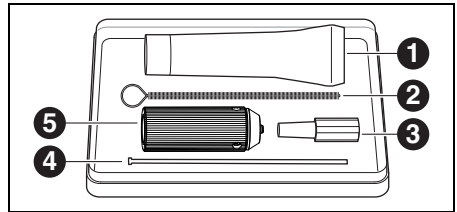

Fig. 19 Kit d'entretien pour la broche
- ▷ Légèrement graisser le cône extérieur de la pince de serrage avec de la graisse pour pince ([1] dans la figure 19 sur la page 90) comprise dans le set.